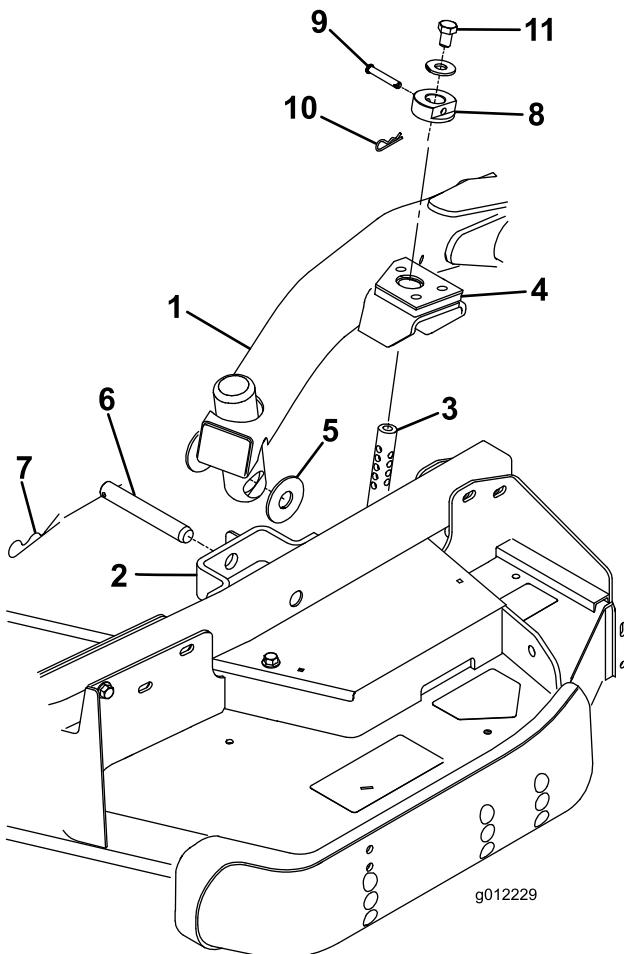

Bild 4
2. Stellen Sie den Hubhebel auf die Schweben-Stellung. Drücken Sie einen Hubarm nach unten, bis die Löcher im Hubarm mit den Löchern in der Laufradarmhalterung ausgerichtet sind, und die Schnitthöhenstange in die Hubarmpolster eingesetzt werden kann (Bild 4).
3. Befestigen Sie den Hubarm mit zwei (2) Druckscheiben, einem Lastösenbolzen und einem Splint am Laufradarm. Legen Sie die Druckscheiben zwischen den Hubarm und die Halterung des Laufradarms (Bild 4). Setzen Sie das Ende des Splints in den Schlitz im Laufradarm ein, um den Splint zu arretieren.
7. Befestigen Sie die Schnitthöhenstellringe an den Schnitthöhenstangen und befestigen Sie sie mit den Lastösenbolzen und den Splints (Bild 4). Der Kopf
8. Setzen Sie oben auf jeder Schnitthöhenstange eine Schraube $1/2 \times 3/4$ Zoll) und eine Scheibe ein (Bild 4).